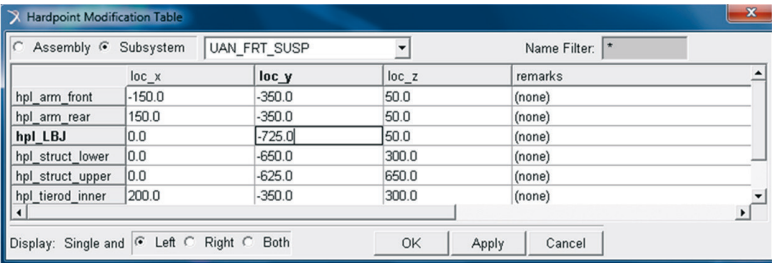
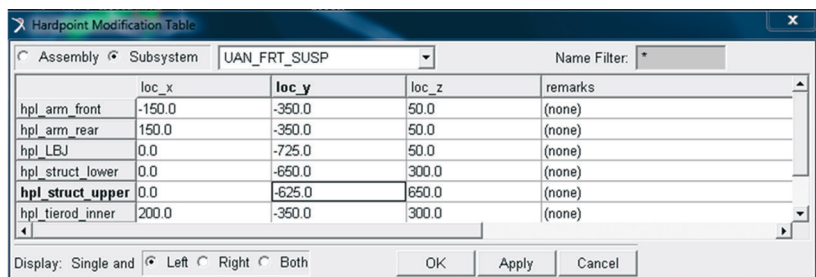

Figura 4.194 – Modificação da coordenada y do Hardpoint *hpl\_LBJ*.
Figura 4.196 – Alteração da coordenada y do Hardpoint *hpl\_struct\_upper*.
- Na tabela de *Hardpoints* (Figura 4.194), clique na célula correspondente à coordenada *y* (*loc\_y*) do Hardpoint *hpl\_LBJ*. Altere o valor para – 725, ou seja, este *Hardpoint* será deslocado de 25mm.
*A notar: A partir da tabela mostrada na Figura 4.194 é possível alterar as coordenadas de todos os Hardpoints do subsistema. Os Hardpoints com simetria esquerda-direita (left-right) se diferem apenas na coordenada y, ou seja, eles são simétricos em relação ao plano X-Z. Para alterar as coordenadas de Hardpoints com simetria, basta modificar a coordenada de interesse de apenas um deles (left ou right), que o programa se encarrega de alterar a coordenada do Hardpoint correspondente simetricamente. No entanto, caso o usuário deseje, essa simetria poderá ser removida, modificando apenas um dos Hardpoints do par simétrico.*
- Ainda na tabela mostrada na Figura 4.194, selecione a célula correspondente à coordenada y (*loc\_y*) do Hardpoint *hpl\_struct\_upper*. Altere o valor para - 625, ou seja, este Hardpoint também será deslocado de 25 mm (Figura 4.196).